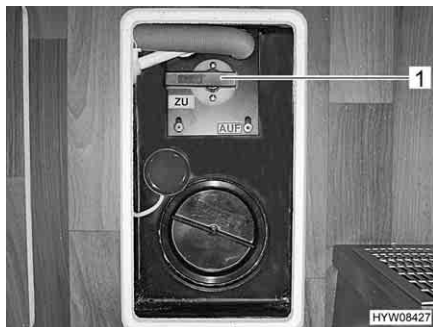

Fig. 106 Leva di comando del serbatoio delle acque grigie
La leva di comando (Fig. 106,1) per lo smaltimento delle acque grigie si trova sotto una copertura nel doppio fondo. Il tubo di scarico con collegamento per un tubo di gomma per lo scarico si trova sotto al veicolo.
- Aprire il rubinetto di scarico. A questo scopo ruotare la leva di comando (Fig. 106,1) del rubinetto di scarico di un quarto di giro. La leva di comando è posizionata verticalmente oppure nel senso della lunghezza rispetto al tubo di scarico. Le acque grigie fuoriescono.
- Dopo il deflusso completo delle acque grigie, richiudere il rubinetto di scarico. A questo scopo ruotare la leva di comando (Fig. 106,1) del rubinetto di scarico di un quarto di giro. La leva di comando è posizionata orizzontalmente oppure trasversalmente rispetto al tubo di scarico.